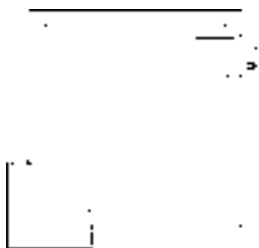

图 5-82 打开素材
1) 按〈Ctrl+O〉组合键，打开配套光盘提供的“第 5 章/5.2.11 窗棂映射.dwg”素材文件，结果如图 5-82 所示。